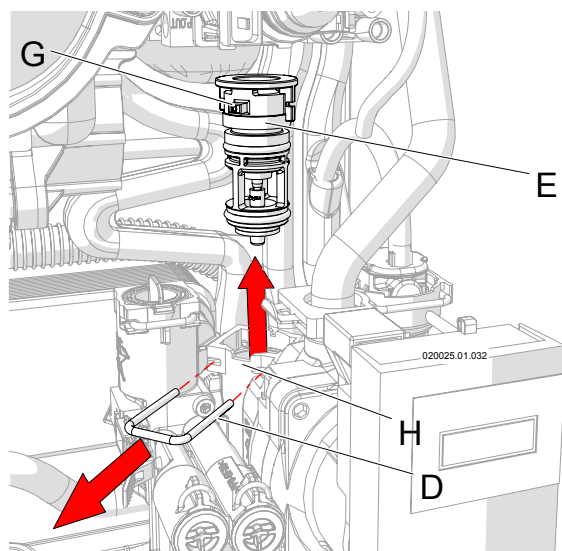

Figura 70
1. - Quando non è diversamente specificato fare riferimento a Figura 70;